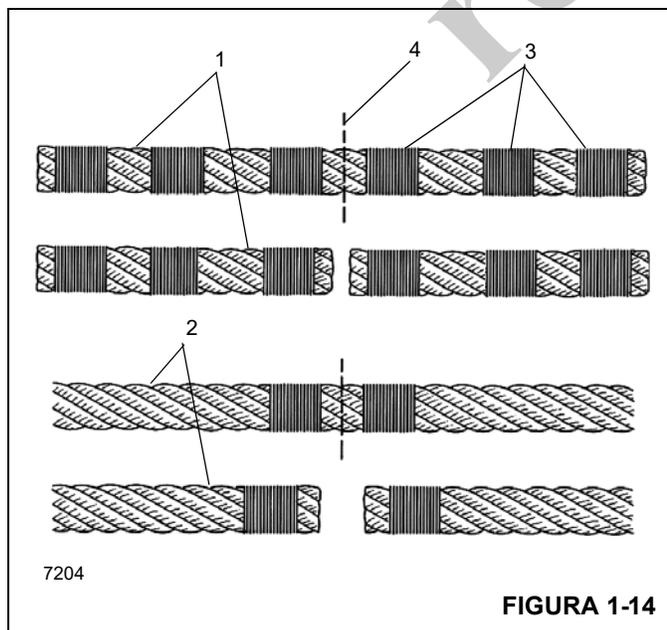

FIGURA 1-14
**NOTA:** Los cables no preformados (1) (Figura 1-14) deben tener tres sujeciones (3) ubicadas en cada lado del corte (4) comparado con el cable preformado (2).